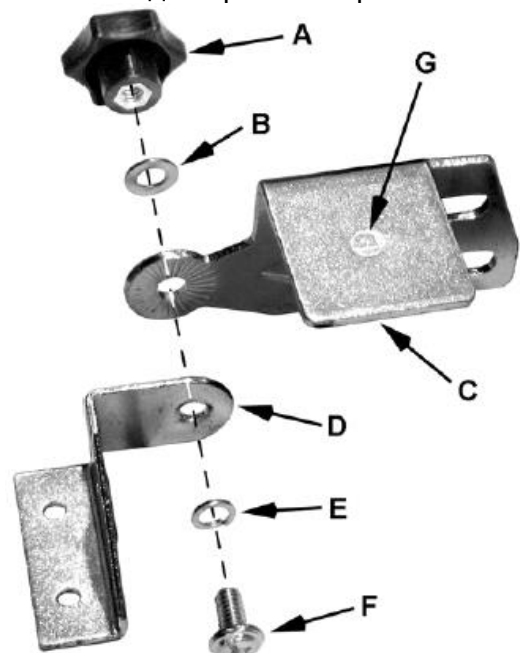

Рис. 1
- 2 Скоба (D) (см. примечание)
- 2 Ручка замка (A)
- 2 Искрогаситель (C) (см. примечание)
- 2 1/4"x1/2" Винт (F)
- 2 1/4" Шайба (B)
- 2 1/4" Шайба-гровер (E)
Примечание: Скоба (D) и искрогаситель (C) имеют маркировку «L» (G, Рис. 1) для левой стороны и «R» для правой стороны.
- 1 Соберите левый искрогаситель и скобу экрана согласно *Рис.1* они имеют маркировку «L»
Примечание: Подручники бывают, левый и правый см. рис. 1 чтобы гарантировать правильность их установки.